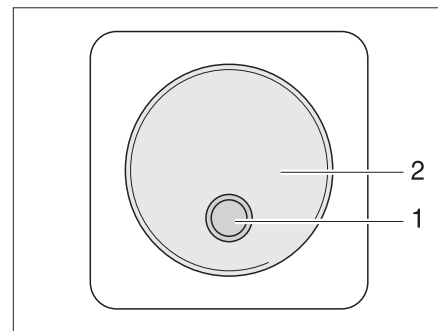

Fig. 192 Commutateur externe
- II "Remo." = l'appareil peut être mis en service et hors service avec le commutateur externe (Fig. 192,1).
Le commutateur externe pour l'onduleur (Fig. 192) se trouve dans l'espace intérieur du véhicule, par exemple dans la zone d'entrée. Le commutateur est identifié par l'inscription "Onduleur". La DEL (Fig. 192,1) montre l'état de fonctionnement de l'onduleur.